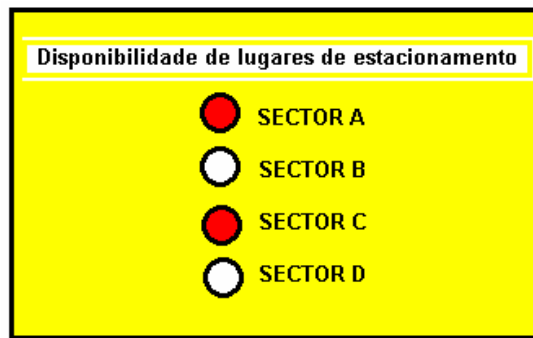

Figura 1 – Placar existente à entrada do parque de estacionamento.
Considere um parque de estacionamento, o qual é constituído por quatro (4) sectores de estacionamento A,B,C e D. A disponibilidade de cada sector é indicada no placar da figura 1. A lâmpada acesa significa disponibilidade no sector a que esta se refere. A informação sobre disponibilidade é indicada por um funcionário existente para cada sector através da activação de um interruptor. Os vários sectores constituem as saídas do sistema a projectar e serão accionados por leds. As entradas são indicadas por cada funcionário.